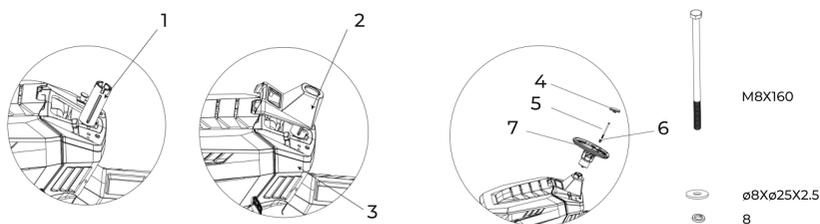

Рис. 3
6.2. Установка рулевого колеса (рис. 3)
- Установите муфту (рис. 3, поз 1) на вал.
- Установите нижнюю крышку рулевого колеса (рис. 3, поз 2) на основание (рис. 3, поз 3).
Закрепите рулевое колесо болтом (рис. 3, поз 5) и шайбами (рис. 3, поз 6) (используйте шестигранный ключ из комплектующих инструментов).
- Установите крышку рулевого колеса (рис. 3, поз 4).